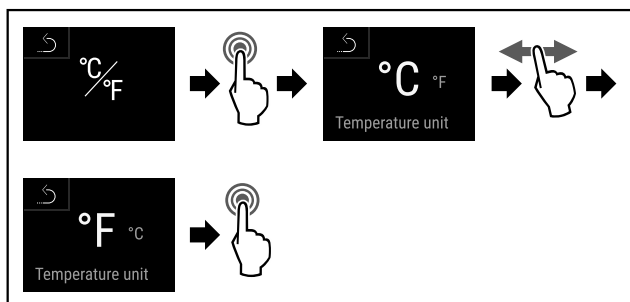

Fig. 90
- Suivre les étapes (voir Fig. 90).